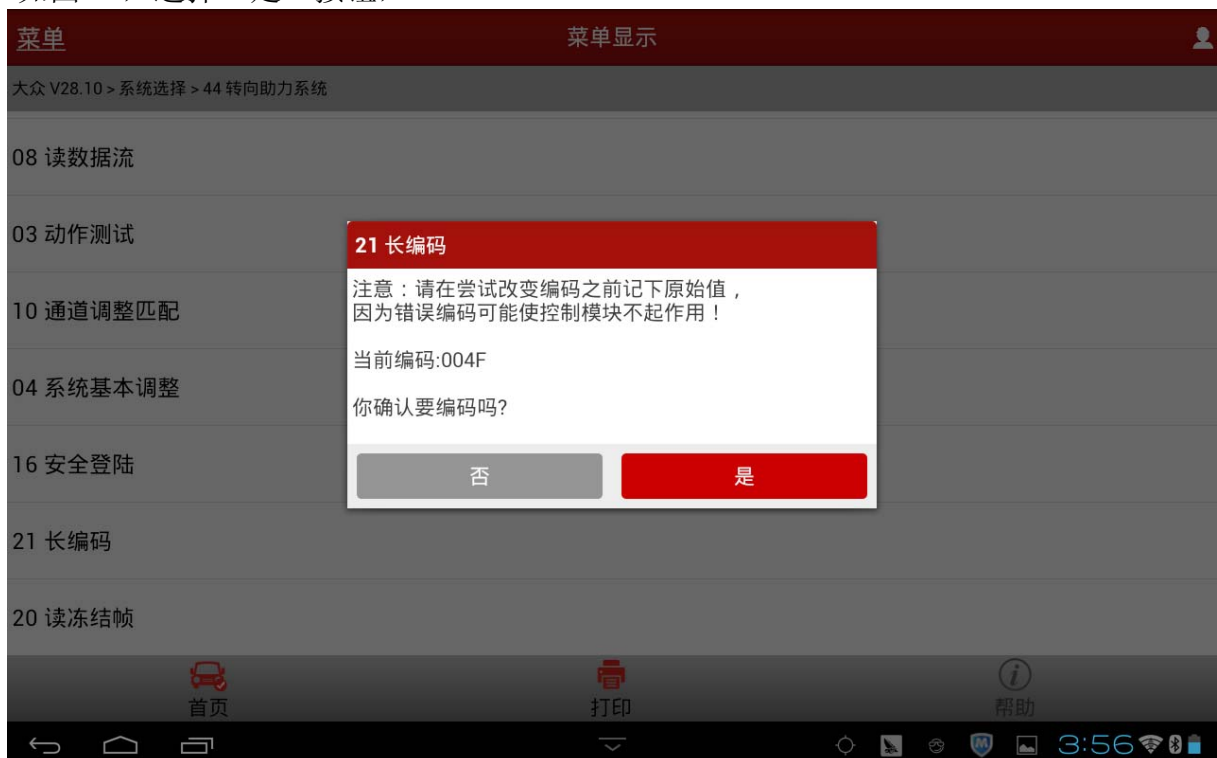

图 18
- 1). 对于故障代码“U101300 控制单元未编码”，需对【44-助力转向系统】进行手动编码。进入 44 系统后首先执行【16 安全登陆】，登录码为 10608，登录成功后选择【21 长编码】，如图 18，选择“是”按钮，